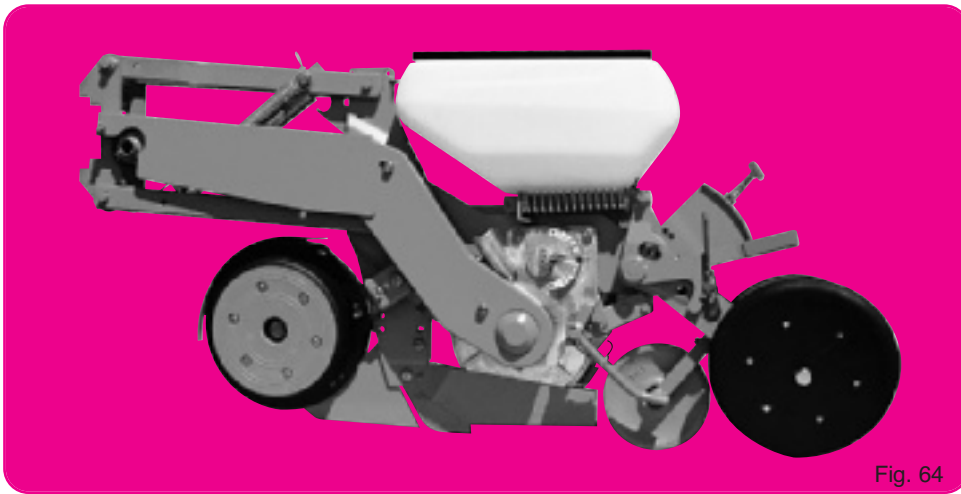

Fig. 64
- Double disques avec roues accolées (fig. 64)
- Double disc openers with side press wheel (fig. 64)
- Doble disco con ruedas pegadas (fig. 64)
- Doppi dischi con ruote affiancate (fig. 64)